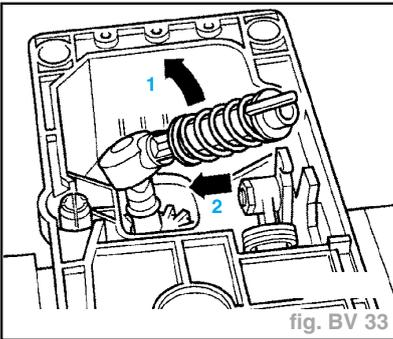

fig. BV 33
- Dégager la pièce de logement du câble de commande de vitesses (flèche (1)) en la poussant et celle du levier sélecteur (flèche (2)) en faisant levier (fig. BV 33).